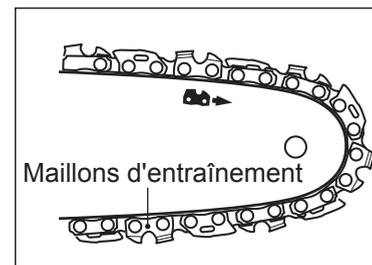

Fig. 11
- > Testez la tension de la chaîne [6] en soulevant la chaîne d'une main sans tenir l'appareil avec l'autre main. La chaîne est suffisamment tendue quand elle peut être décollée de 2-4 mm au niveau du milieu du guide-chaîne [5] (fig. 11, 12).